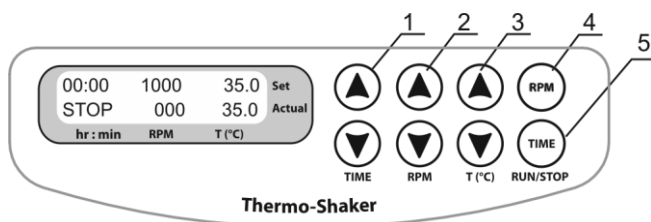
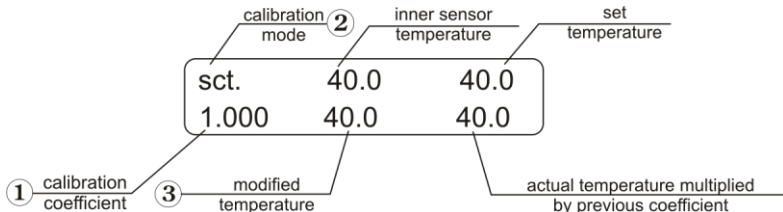

Fig.3 Panneau de configuration
Fig. 5 Panneau de configuration en mode de calibrage
- 4.3. **Réglage de la durée (TIME).** Utilisez les touches **TIME ▲** et **▼** (Fig. 3/1) pour programmer l'intervalle de durée de travail souhaitée en heures et en minutes (intervalle d'incrémentations de 1 min). Appuyez sur la touche pendant plus de 3 secondes pour augmenter l'incrémentations.
- 4.4. **Réglage de la vitesse (RPM).** À l'aide des touches **RPM ▲** et **▼** (Fig. 3/2), programmez la vitesse requise (intervalle d'incrémentations 10 tpm.). Appuyez sur la touche pendant plus de 3 secondes pour augmenter l'incrémentations.
- 4.5. **Réglage de la température (T °C).** Utilisez les touches T °C ▲ et ▼ (Fig. 3/3) pour régler la température nécessaire (intervalle d'incrément de 0,1°C). Appuyez sur la touche pendant plus de 3 secondes pour augmenter l'incrément.
- 4.7. Appuyez sur la touche **RPM-RUN/STOP** (Fig. 3/4). Le bloc thermostaté se mettra à tourner et l'indicateur du minuteur commencera à décompter l'intervalle de temps (précis à 1 minute près).
- 4.10. Il est possible de redémarrer le minuteur en cours de fonctionnement, si nécessaire. Appuyez une fois sur la touche **TIME-RUN/STOP** (Fig. 3/5) pour arrêter le minuteur. Appuyez de nouveau sur la touche **TIME-RUN/STOP** pour redémarrez le minuteur.
- 5.2. Pour entrer le coefficient de calibrage, maintenez la touche **TIME-RUN/STOP** (Fig. 3/5) appuyée pendant plus de 8 s pour activer le mode de calibrage. Le coefficient de calibrage s'affichera sur l'écran (Fig. 5/1).
- 5.3. Entrez la valeur 1,000 en utilisant les touches **RPM ▲** et **▼** (Fig. 3/3) pour rétablir les paramètres d'usine comme le montre la figure 5/1.
- 5.9. Maintenez enfoncée la touche **TIME-RUN/STOP** (Fig. 3/5) pendant plus de 8 secondes pour activer le mode de calibrage. Les paramètres suivants s'afficheront sur l'écran (Fig.5):
En utilisant les touches **Temp ▲** et **▼** (Fig.3/3), modifiez le coefficient de calibrage (Fig.6A/1) pour que la nouvelle valeur de température (Fig.6A/2) corresponde à la température du capteur autonome. Prenons l'exemple d'un coefficient de calibrage de 0,974 (dans la plage: entre 0,936 et 1,063; intervalle d'incrémentations de 0,001).
- 5.11. Une fois le calibrage terminé, appuyez une fois sur la touche **RPM-RUN/STOP** (Fig. 3/4) pour sauvegarder les changements et sortir du mode de calibrage.